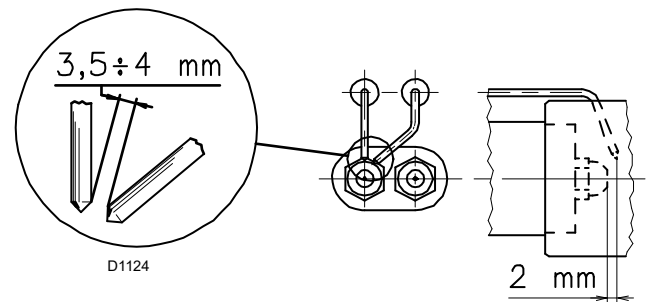

Fig. 14
Controlar que los electrodos estén ubicados como en la Fig. 14 respetando las dimensiones indicadas.
- La boquilla para la 1ª llama de funcionamiento es la que se halla debajo de los electrodos de encendido, Fig. 14 en pág. 17.